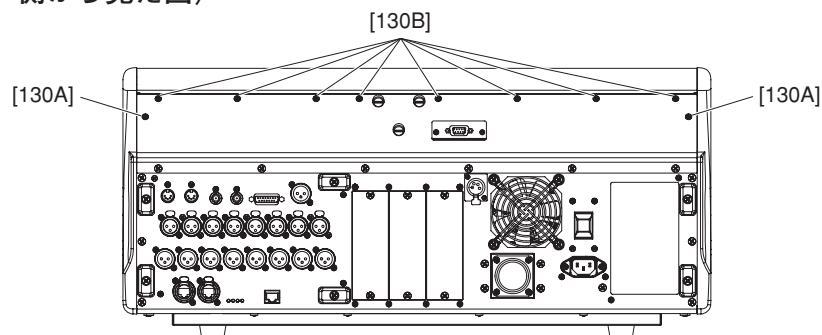

Fig. 2 (図 2)
- 1-1. Loosen the two (2) screws marked [130A] on the rear panel first and then remove the eighteen (18) screws marked [130B] and the eight (8) screws marked [140]. (Fig. 2)
- 1-1. リアパネル側の [130A] のネジ 2 本を緩めてから、[130B] のネジ 18 本と [140] のネジ 8 本を外します。(図 2)